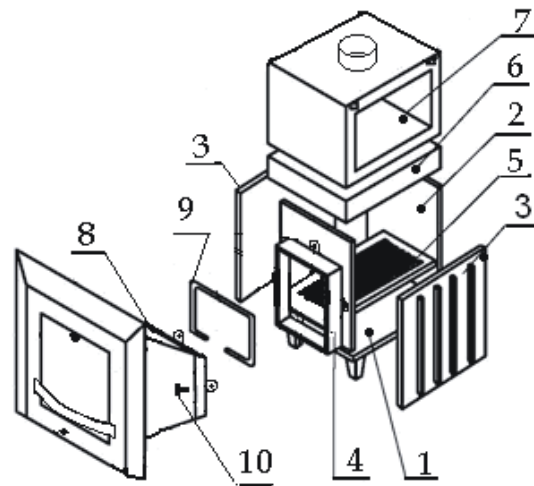

Рис.1. Порядок сборки чугунного топочного агрегата
- в соответствии с (рис.1.), определенной осью дымохода и вышеперечисленными требованиями раздела 4 настоящего